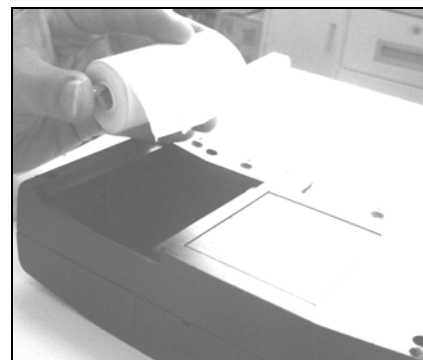

Рисунок 03b.
2. Возьмите шпindel и установите рулон бумаги на шпindel (см. рисунок 03b).
3. Установите шпindel с рулоном бумаги в принтер, соблюдая направление. Если направление неправильное, подача бумаги может быть затруднена (см. рисунок 03b и 03c).